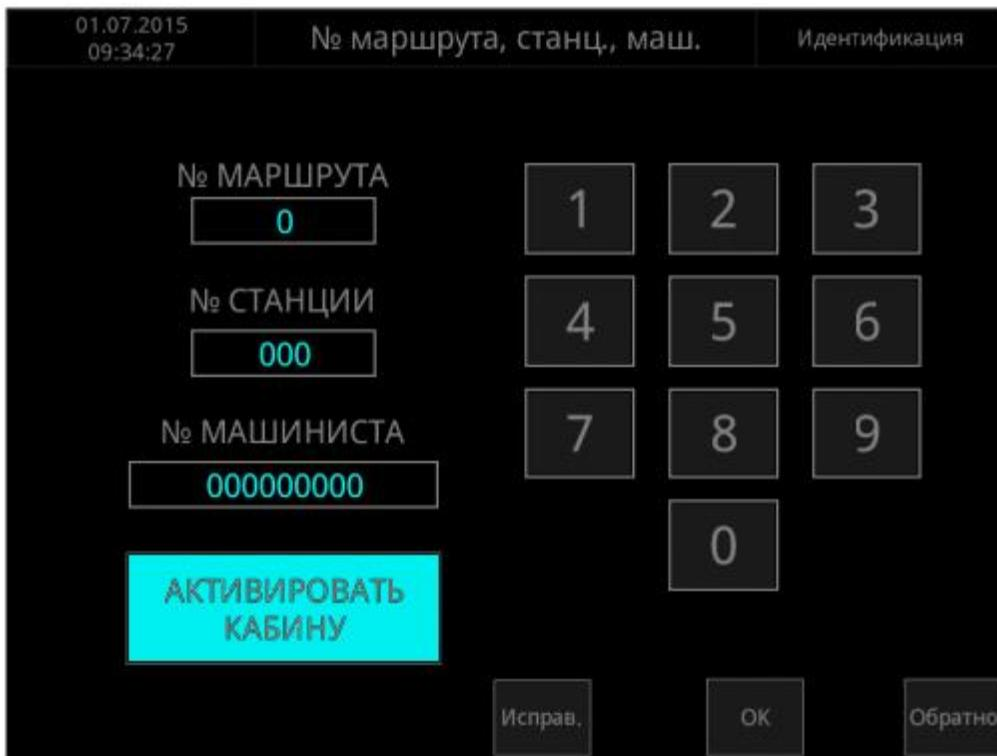

Рис.20
- нажать кнопку «АКТИВИРОВАТЬ КАБИНУ», изображение станет инверсным, Рис.20;
- нажать кнопку «ДЕАКТИВИРОВАТЬ КАБИНУ», изображение станет инверсным, Рис.20;